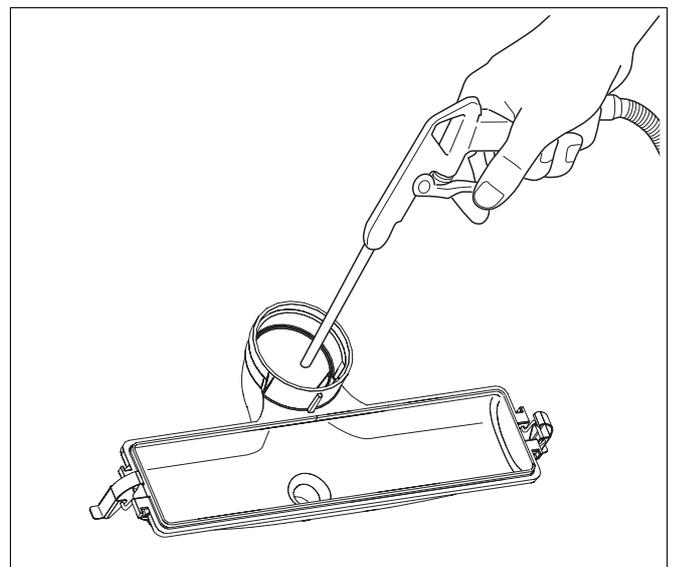

Fig. 120 Pulire la coppa di raccolta della condensa
- Pulire meccanicamente la coppa di raccolta della condensa (con aria compressa o con una spazzola morbida) e sciacquarla con acqua pulita (fig. 120).